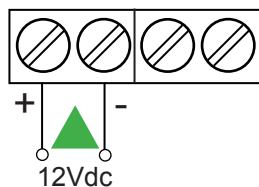

Fig.5
- a **12Vdc** attraverso i morsetti "+" e "-" (Fig.5).